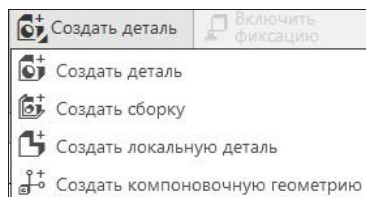

Рис. 25.5. Панель кнопки Создать деталь
- Кнопка **Создать деталь** раскрывает группу команд для создания сборки, локальной детали и компоновочной геометрии (рис. 25.5);